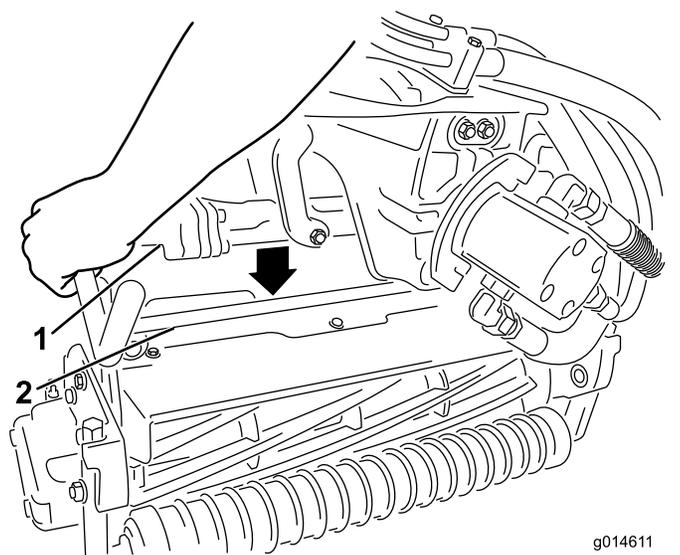
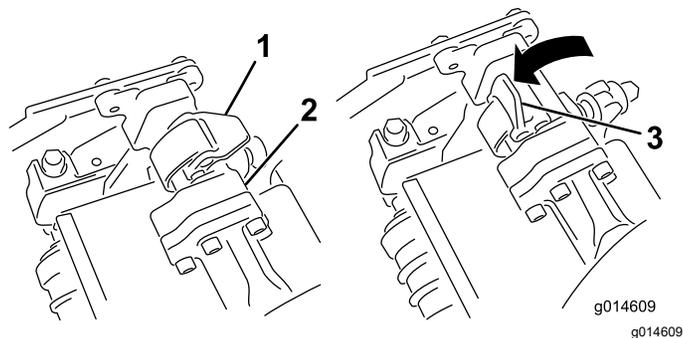

图 54
图 53
4. 打开滚刀组悬挂臂杆上的门锁图 53 将悬挂臂向下推使臂杆放到滚刀组的两个旋转臂上并确保门锁穿到滚刀组横杆的下方图 54。
5. 向下并绕着滚刀组横杆关闭门锁将它们锁定到位图 53。
6. 打开您正在拆下的滚刀组悬挂臂上的闩锁 图 53。